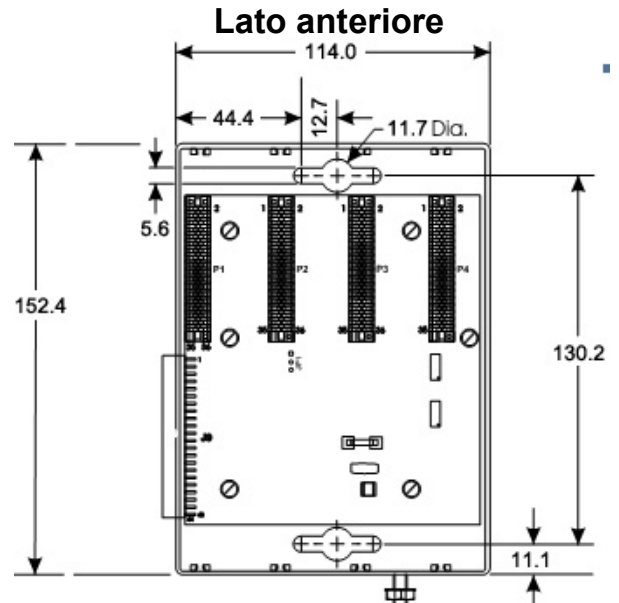

Figura 3. Dimensioni dell'alloggiamento di espansione a 4 slot per ControlWave Micro (in millimetri)
- **Alloggiamento di espansione.** Posizionare l'alloggiamento di espansione a destra dell'alloggiamento di base e individuare i fori di montaggio utilizzando l'alloggiamento di espansione come modello (vedere la *Figura 3* per le dimensioni).